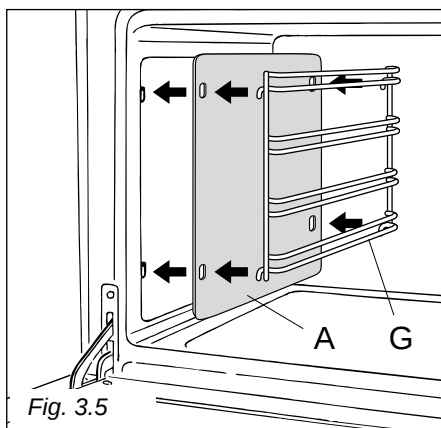

Fig. 3.5
- Engate as armações laterais “G” (fig. 3.5) nos furos dos lados laterais da parte de dentro do forno.
interponha os painéis autolimpantes “A” (fig. 3.5).